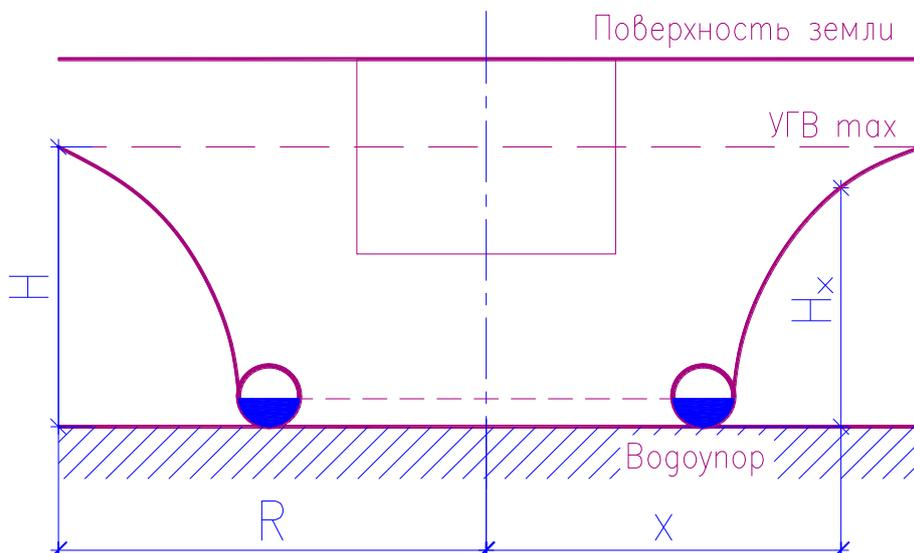

Рисунок 1. Расчетная схема контурного (кольцевого, пристенного) дренажа совершенного типа
Расход дренажных вод для кольцевого дренажа совершенного типа (рис.1.) определяют по формуле (2):